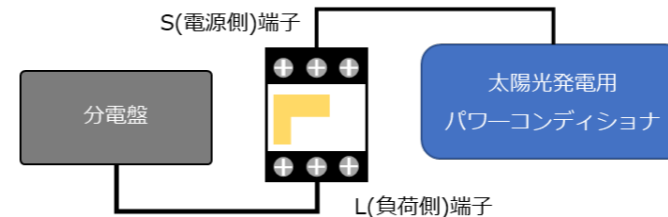

図2. 発電計測用スマートメータ（子メータ）の設置位置
- 分電盤をオフにし、PCSの運転を停止し無通電状態であることを確認のうえ、図2の通り、PCSと分電盤の間に発電計測用スマートメータ（子メータ）を設置する。